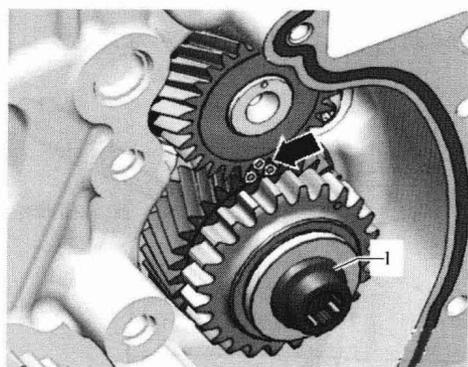

图 1-1-8
(1) 将中间轴齿轮 1 平衡轴转至图 1-1-8 所示的标记 (箭头) 位置。